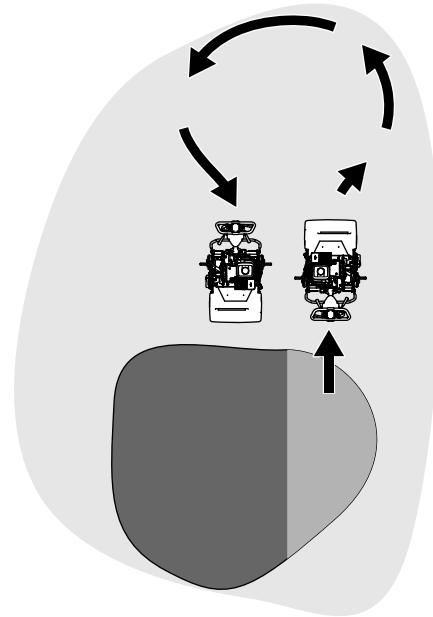

Figure 19
- Faites demi-tour en dehors du green en soulevant le cylindre de coupe (appuyez sur le guidon) et exécutez un demi-tour en « goutte d'eau » sur le tambour de déplacement (Figure 19).
1. Localisez le levier d'engagement sur le boîtier d'engrenages de la transmission (Figure 19).